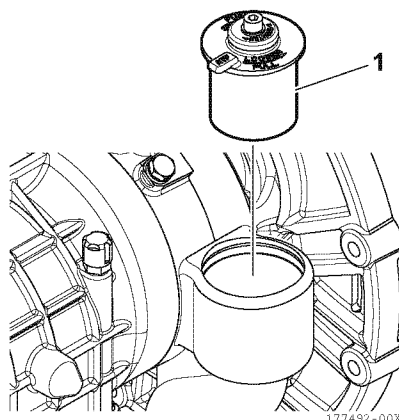

Abbildung 22
13. Die Ölfiltereinheit (1, **Abbildung 22**) am Getriebe anbringen.